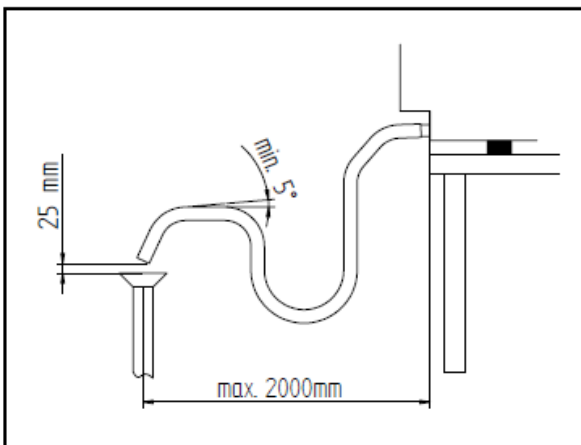

FIG. 1
**Vidange de l'eau** - Un tuyau de vidange, qui permet le drainage de la chambre de cuisson, sort du dos de l'appareil. Il faut y relier un tuyau ayant un diamètre interne de 30 mm (DN 30) et en mesure de résister aux températures de la vapeur ( $90^\circ\text{C}$ - $100^\circ\text{C}$ ). Pour éviter tout risque d'étranglement, il est conseillé d'utiliser un tuyau rigide en veillant à ce qu'il ne forme pas de « coudes » le long du parcours de vidange. Le tuyau doit par ailleurs avoir toujours la même inclinaison (min. 5%) sur toute sa longueur (la longueur considérée est celle du tuyau de vidange de l'appareil au point de vidange et elle ne doit dépasser 2 mètres). La tuyau de vidange doit arriver à un point de vidange ouvert au sol (Fig. 1). Par ailleurs le « saut » minimum doit être de 25 mm (distance entre le tuyau de vidange sortant de l'appareil et l'emboîture du tuyau de canalisation de vidange). Quoiqu'il en soit, le tuyau relié au tuyau de vidange de l'appareil ne doit pas être en contact direct avec le point de vidange pour des motifs de conformité aux normes d'hygiène en vigueur. Nous conseillons de raccorder la vidange de l'appareil au réseau des eaux grises en utilisant un siphon adéquat de façon à empêcher la sortie des vapeurs du point de vidange.